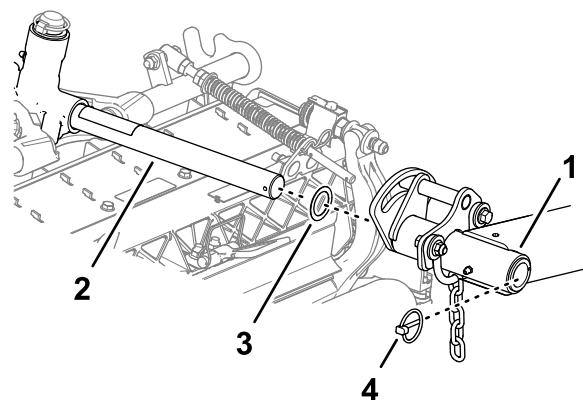

Рисунок 30
3. Подведите режущий блок под подъемный рычаг (Рисунок 30).